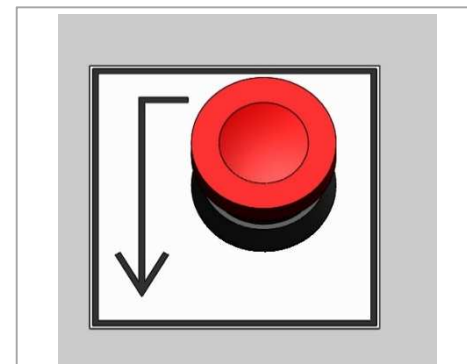

Abb. 4.11
- + Betätigen Sie den Rückstell-Taster (Abb. 4.11). Das Gerät öffnet die Gesenke.